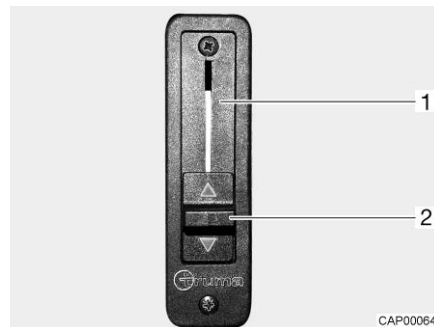

Bild 37 Schieberegler für Strangsperr
- Schieberegler (Bild 37,2) ganz nach oben schieben. Die Strangsperr (Bild 37,1) ist geöffnet. Die Wohnraumheizung beheizt auch die Frontscheibe.
- Schieberegler (Bild 37,2) ganz nach unten schieben. Die Strangsperr ist geschlossen. Wohnraumheizung und Heizung des Basisfahrzeugs sind voneinander getrennt.